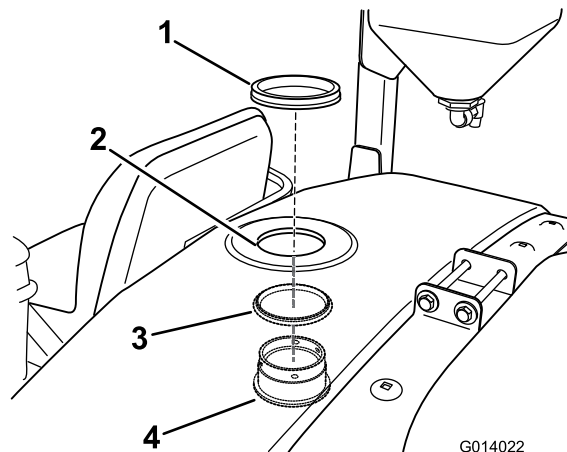

Figura 21
2. Montate il diaframma e l'O-ring in alto dall'interno del serbatoio attraverso il foro precedentemente realizzato (Figura 21).